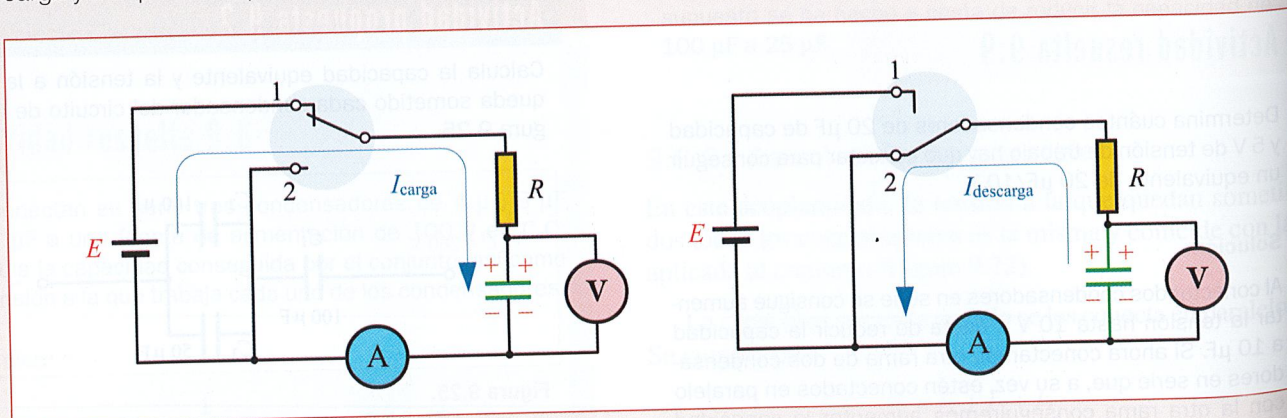

Figura 9.27. Carga y descarga de un condensador.
- 9.2. Carga y descarga de un condensador.** Conecta un condensador de gran capacidad con una resistencia en serie, tal como se indica en el circuito de la Figura 9.27, y mediante un voltímetro y un amperímetro comprueba cómo evolucionan la tensión y la corriente en el proceso de carga y descarga del condensador. Calcula el valor teórico de la constante de carga y comprueba experimentalmente si se cumple dicha relación.